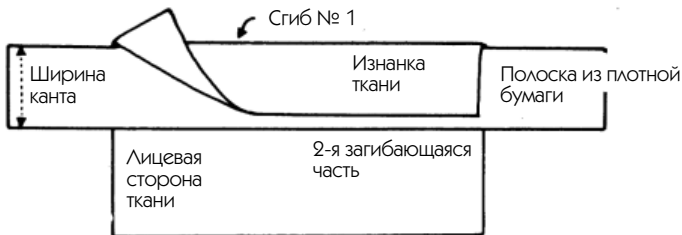

Рис. 116
— На высоте термоклеевой прокладки подогните кант изнанкой к изнанке и приутюжьте. Взгляните на пример складывания канта на рис. 116 и 117, но сначала прочитайте нижеизложенный материал.
7. Просто загнутые канты (рис. 116 и 117).
— Из плотной бумаги вырежьте полосу (например, из визитной карточки) размером с 4 x ширину канта (рис. 116) (например,  $4 \times 0,4 = 1,6$  см).
— На этой полоске сначала загните один край детали, как показано на рис. 116. Уберите полоску, увлажните ткань и сильно прижмите ее.